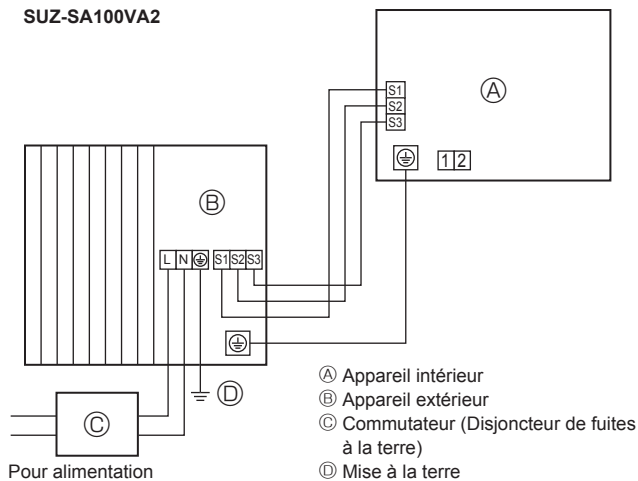
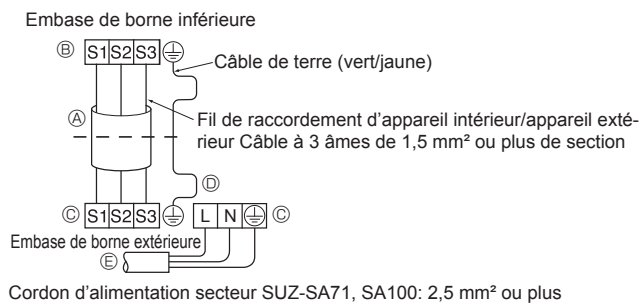
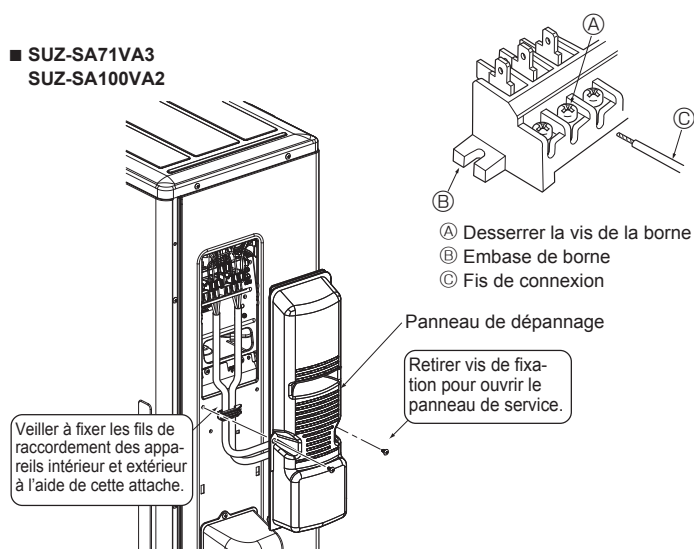

Fig. 5-1
Fig. 5-2
Fig. 5-3
### 5.1. Appareil extérieur (Fig. 5-1, Fig. 5-2, Fig. 5-3, Fig. 5-4)
- ① Déposez le panneau de service.
- ② Raccordez les câbles conformément aux Fig. 5-1, Fig. 5-2, Fig. 5-3 et Fig. 5-4.
- Effectuez le câblage selon le diagramme en bas et à gauche. (Veuillez vous procurer le câble localement) (Fig. 5-2)
- **Faites attention de brancher les fils correctement.** (Fig. 5-3)